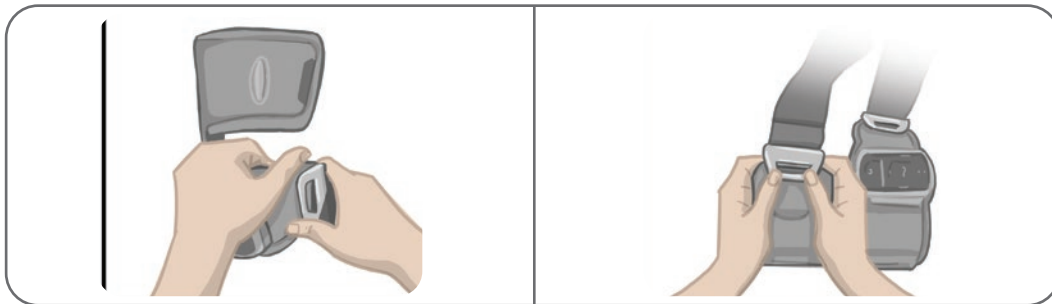

Figura 11-12: Rimozione delle fasce per coscia
1. Spingere la fibbia della fascia per coscia attaccata verso il cosciale per coscia con un movimento rotatorio (Figura 11-12).